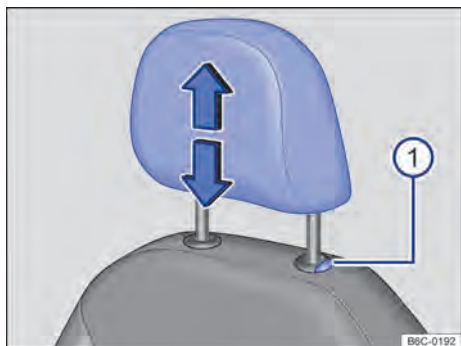

Fig. 65 Apoyacabezas delantero: ajustar.
- Mover el apoyacabezas hacia arriba o hacia abajo, en el sentido de la flecha, presionando el botón → fig. 65 ①. → ▲ en *Introducción al tema* de la pág. 79